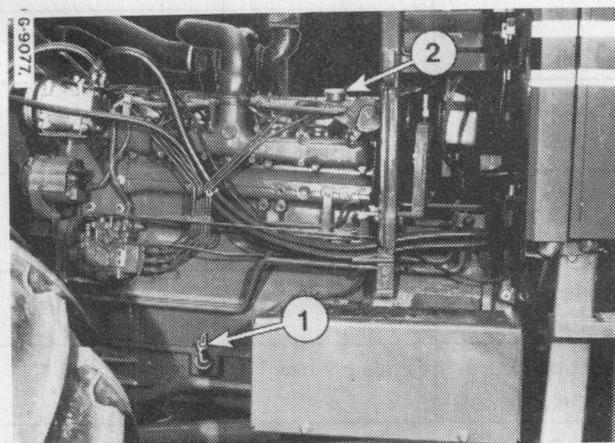

Figure 5
Vérifiez le niveau d'huile et ajustez-le éventuellement par le goulot de remplissage (2) figure 5, pour amener le niveau au repère supérieur de la jauge. Remettez la jauge en place.